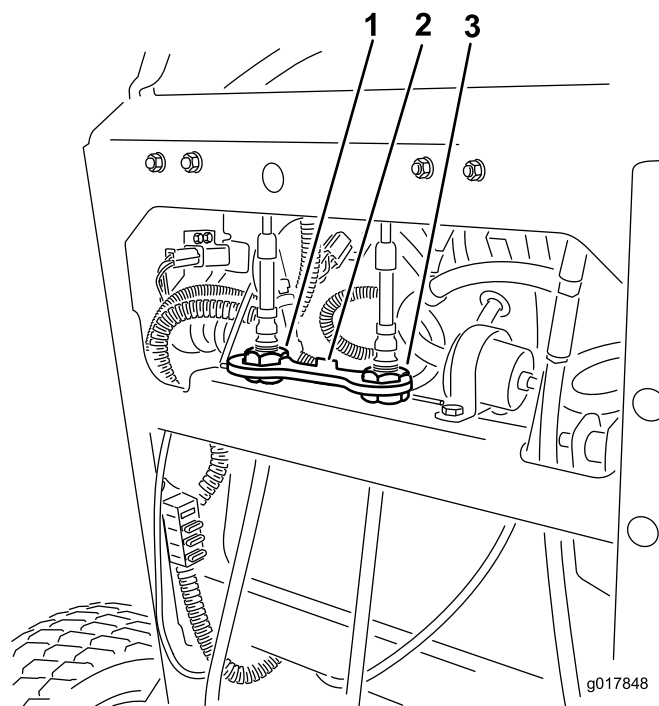

Figura 56
4. Rode o ajuste do cabo direito para posicionar a alavanca de controlo de movimento do lado direito no centro da ranhura de bloqueio em ponto morto, no painel de controlo (Figura 56).